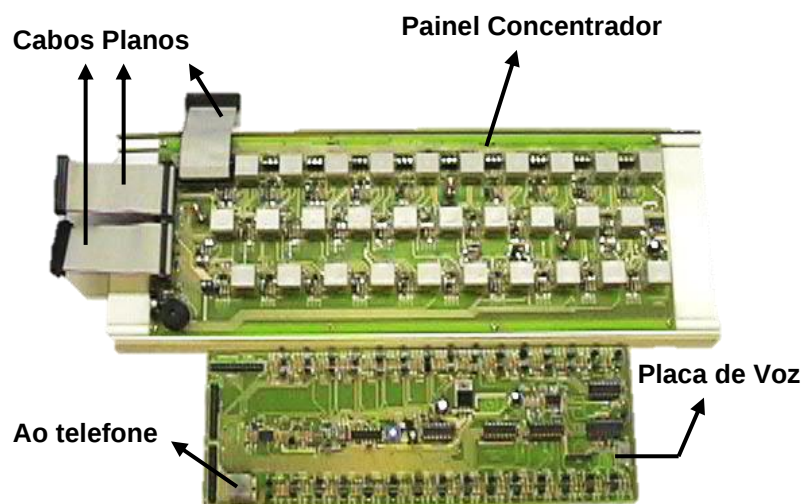

Figura 18 – Placas do painel
- e. Se o *Sistema de Chamada Simples* for configurado com *Viva-Voz*, remova as três porcas de fixação da *placa de voz* bem como os cabos planos que a conectam com a placa do *Painel Concentrador*. Em seguida, remova a *placa de voz*. Veja a *figura 18* abaixo.